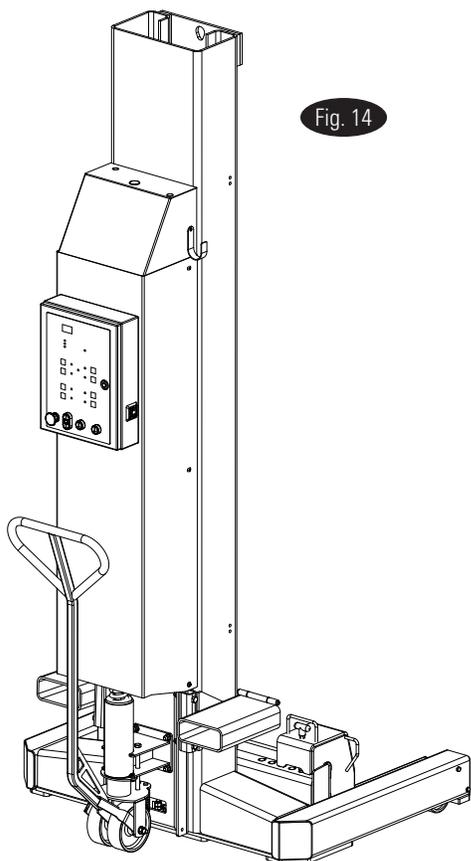

Fig. 14
- b.) La poignée de roulettes se verrouille sur la roue lorsque la poignée est tournée en position verticale, Fig. 14.